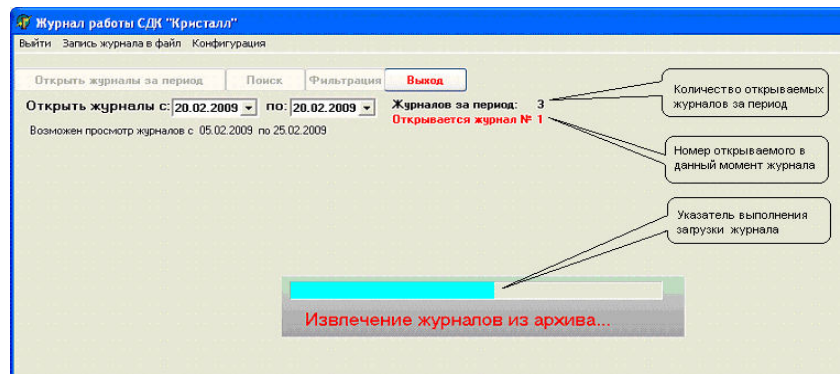

Рис.17. Загрузка журналов за период.
- после выбора периода нажать на кнопку «Открыть журналы за период» и подождать загрузки журналов, при этом панель журнала работы приобретет вид, показанный на рис.17. После загрузки журналов работа с ними производится также как и с текущим журналом.